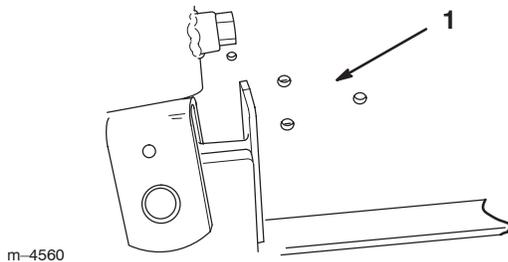

Figure 3
3. Inspecter l'unité de traction. Si le châssis présente trois trous de montage, quelques centimètres en avant de chaque vérin de relevage (Fig. 3), passer directement au point 6.